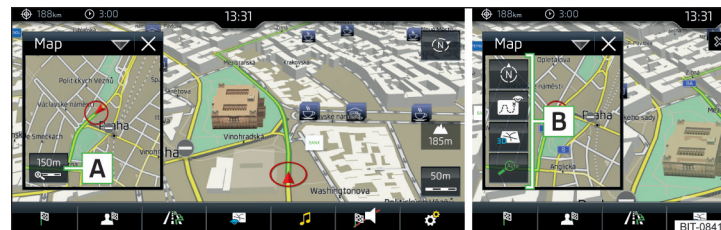

Fig. 228 Mapa en la ventana adicional
► Pulse en la ventana adicional la superficie funcional  **A** » fig. 228.